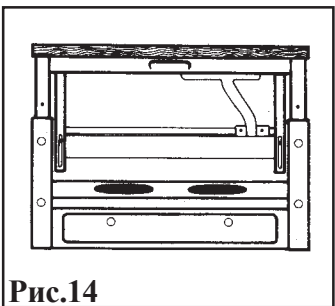

Рис.14
- Закрепите защелками внутреннюю крышку экрана и вставьте оба металлических жировых фильтра (сначала задний, а затем передний). **Рис.14.**